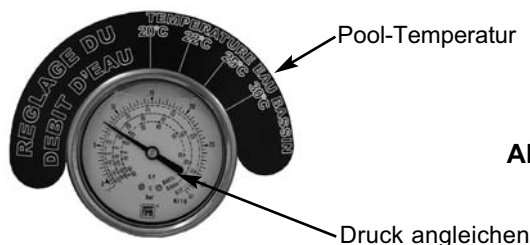

Abb. 1c
- Schieber 2 langsam zu schließen, um den Wasserdruck mit Hilfe der Druckreglers zur Einstellung des Wasserdurchsatzes an der Pumpenseite auf die Pool-Temperatur abzustimmen (Abb.1c).